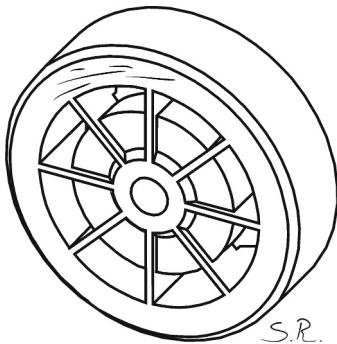

Abbildung 1.3: Skizze der »Flitzer«-Felge als Perspektivzeichnung
- ✓ **Skizzen** (auch Handzeichnungen genannt) werden immer dann eingesetzt, wenn Sie ein Teil schnell von Hand (normalerweise *ohne* Zuhilfenahme eines Lineals) darstellen möchten. Ein Beispiel wäre die Anfertigung erster grober Entwürfe. Häufig können Sie Ihrem Gegenüber mit einer Skizze bildhaft erklären, worum es bei der Konstruktion geht. Da eine Skizze direkt aus der Feder des Zeichners kommt, braucht es natürlich ein wenig Übung und Fingerspitzengefühl, um das Objekt der Begierde korrekt darzustellen. Der Gegenstand kann dabei entweder zwei- oder dreidimensional dargestellt werden. In Abbildung 1.3 sehen Sie eine dreidimensionale Skizze unserer »Flitzer«-Felge.